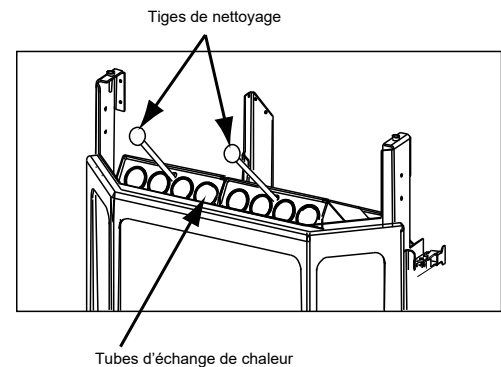

Figure 20.1
- Pour avoir accès aux tiges de nettoyage, soulevez le couvercle de la trémie. Les deux tiges-poussoirs courbées sont localisées près de l'avant de l'appareil à droite et à gauche (**Figure 20.1**).